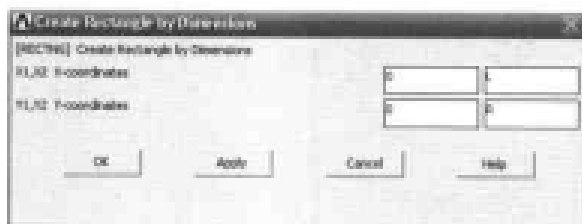

图 14-5 生成矩形面对话框
(3) 单击 Close 按钮, 关闭 Scalar Parameters 对话框。
(4) 选择 Main Menu | Preprocessor | Modeling | Create | Areas | Rectangle | By Dimensions 命令, 出现 Create Rectangle By Dimensions 对话框, 在 X1,X2 X-coordinates 文本框中输入 X 坐标 0、L, 在 Y1,Y2 Y-coordinates 文本框中输入 Y 坐标 0、R, 如图 14-5 所示, 单击 OK 按钮关闭该对话框。